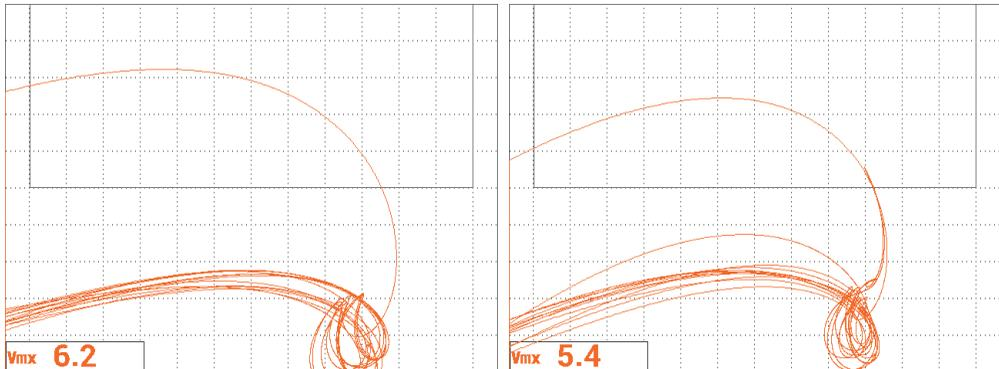

Figura 5-133 I risultati di scansione per entrambe le file di fissaggi
36. Posizionare la sonda in posizione 1 ed in seguito eseguire una scansione finale di entrambe le file di fissaggi (vedere Figura 5-133 a pagina 233).